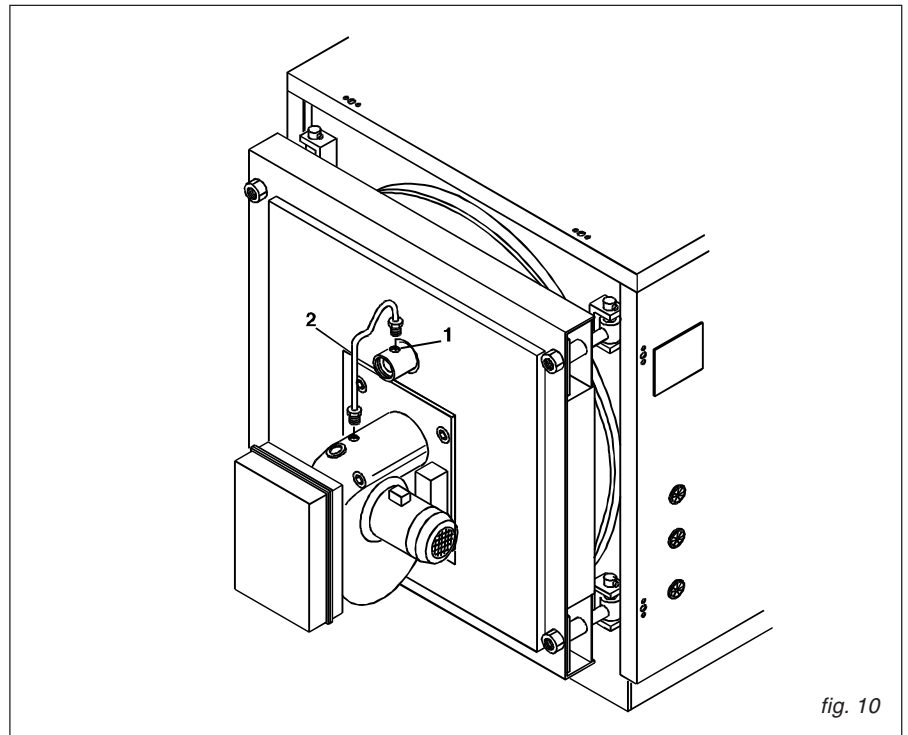

fig. 10
- A) Montare l'isolamento (pos. 1) del corpo caldaia e fissare i 2 lembi di giunzione con le mollette elastiche ("A" fornite nella scatola accessori) agganciandole alla parte esterna in tessuto dell'isolamento.
- B) Posizionare i pannelli laterali (pos. 2): l'aggancio superiore a "L" va inserito nel profilo ad "U" saldato sulla parte superiore del corpo caldaia. L'aggancio inferiore dei pannelli laterali, va inserito nel profilo ad "L" saldato sulla parte inferiore del corpo caldaia; dopo il montaggio le piastrine forate sulla parte superiore dei pannelli, dovranno trovarsi in corrispondenza delle piastre tubiere del corpo caldaia.
- D) Posizionare i profili superiori (pos. 3).
- E) Montare i pannellini anteriore e posteriore (pos. 4 e 5) con le viti autofilettanti.
- G) Inserire i bulbi delle sonde termostatiche nelle rispettive sedi (come indicato in fig.10)